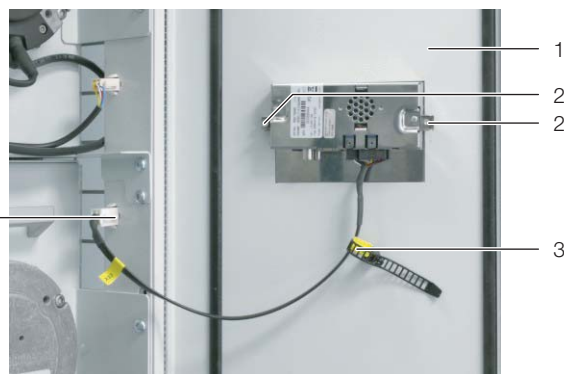

Рис. 37: Крепление дисплея
- Установите дисплей снаружи в вырез, чтобы он плотно прилегал к двери (рис. 37, поз. 1) Liquid Cooling Package.
- Закрепите его изнутри с помощью крепежных винтов (рис. 37, поз. 2).
- Подключите кабель подключения графического дисплея к разъему в Liquid Cooling Package (рис. 37, поз. 4).
- Установите разгрузку от натяжения (рис. 37, поз. 3) на кабеле подключения, чтобы избежать возможного повреждения кабеля напр. при открывании двери.